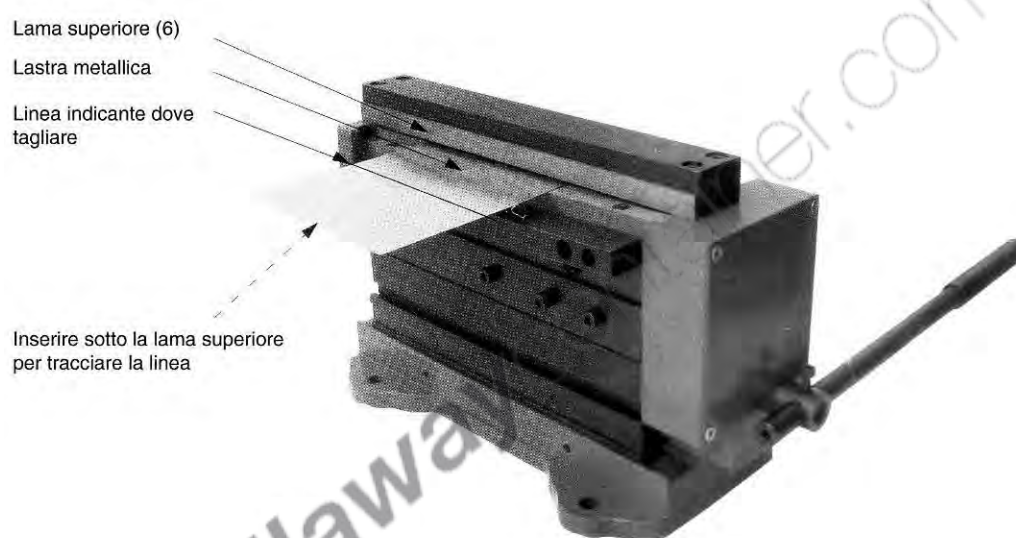

Figura 9 – Tranciatura
3. Fare scorrere il materiale tra la lama superiore (6) e quella inferiore (7) in modo che la lama superiore sia posizionata direttamente sopra la linea tracciata, come da Figura 9.